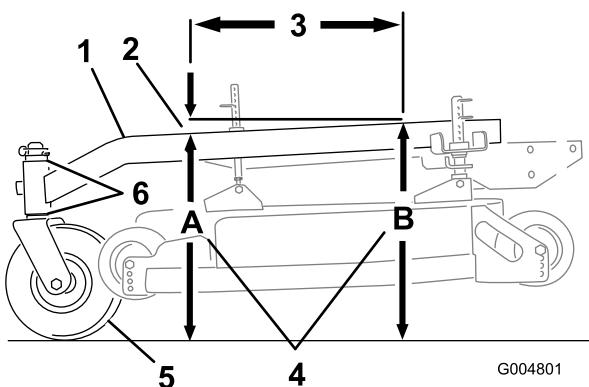

Figura 64
El bastidor de tiro debe tener una inclinación longitudinal de entre 3 mm (1/8 pulg.) y 9 mm (3/8 pulg.) a lo largo de 61 cm (24 pulg.) (Figura 64).
1. Mida 61 cm (24 pulg.) en el bastidor de tiro (Figura 64).
2. Mida la altura del bastidor de tiro en la posición **A** (Figura 64).
3. Mida la altura del bastidor de tiro en la posición **B** (Figura 64).
4. La altura en la posición **A** debe ser de 6-10 mm (1/4-3/8 pulg) menor que la de la posición **B** (Figura 64).
5. Si la inclinación del bastidor de tiro no es la correcta, mueva los espaciadores de las ruedas giratorias para obtener una inclinación de 6-10 mm (1/4-3/8 pulg) (Figura 64). Mueva espaciadores desde arriba o desde abajo para obtener la inclinación correcta.